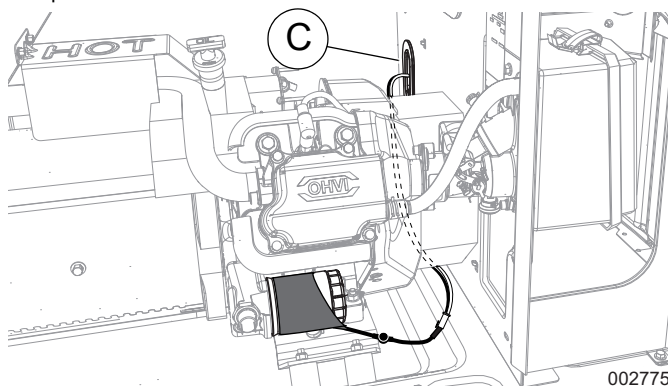

Figura 4. Tendido de los cables del calentador (9 kW)
3. Enchufe el conector en uno de los zócalos del amés en Y (B).
4. Vea la **Figura 4**. Pase los cables conectores y zócalo vacío del amés en Y debajo del motor y a través del ojal protector del amés (C) en el panel divisor del motor.